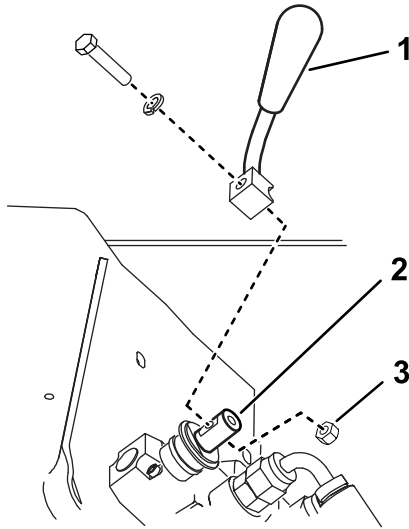

Figura 3
2. Sujete la palanca a la válvula selectora de velocidad usando el perno, la arandela de freno y la tuerca, según se muestra en la Figura 3.